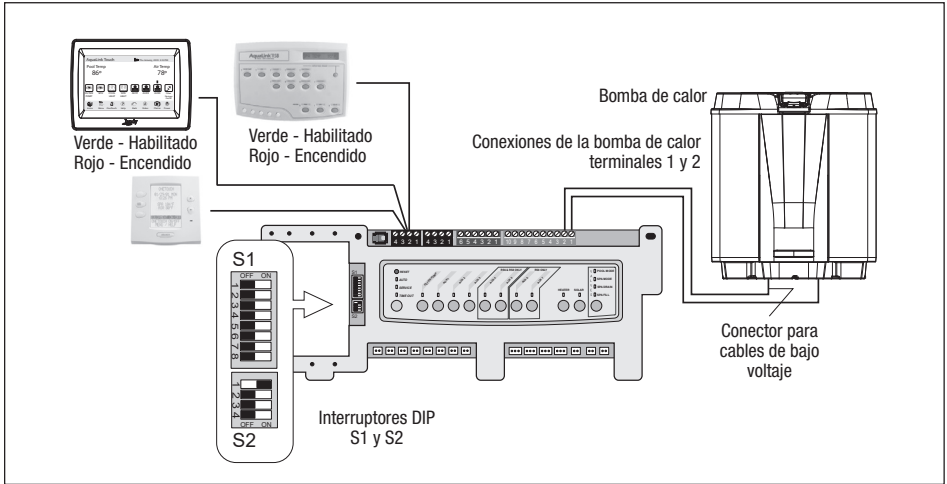

Figura 12. AquaLink RS a bomba de calor Jandy JRT, conexión de T-Stat (2 cables)
3. Tienda los cables del sistema de control de la piscina/del hidromasaje hasta la conexión de conducto etiquetada "Low Voltage Connection" (Conexión de bajo voltaje) y ubicada en la parte inferior derecha de la bomba de calor (consulte la Figura 12). Asegúrese de que los conductores no estén pellizcados o dañados.